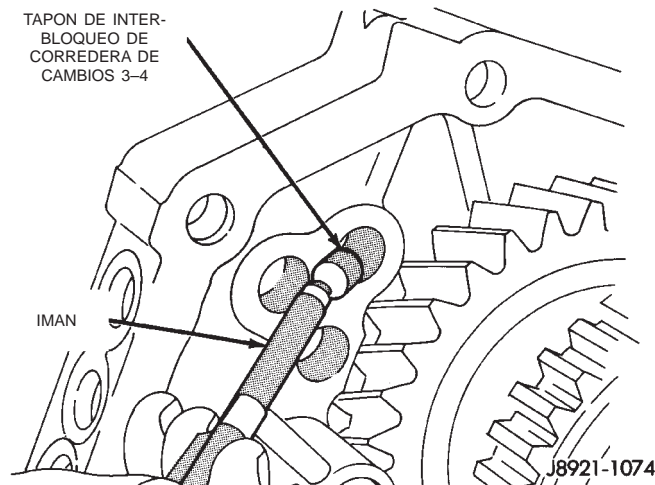

Fig. 88 Instalación de tapón de interbloqueo de corredera de cambios 3-4
(17) Instale el tapón de interbloqueo de la corredera de cambios 3-4 dentro de la placa intermedia (Fig. 88).